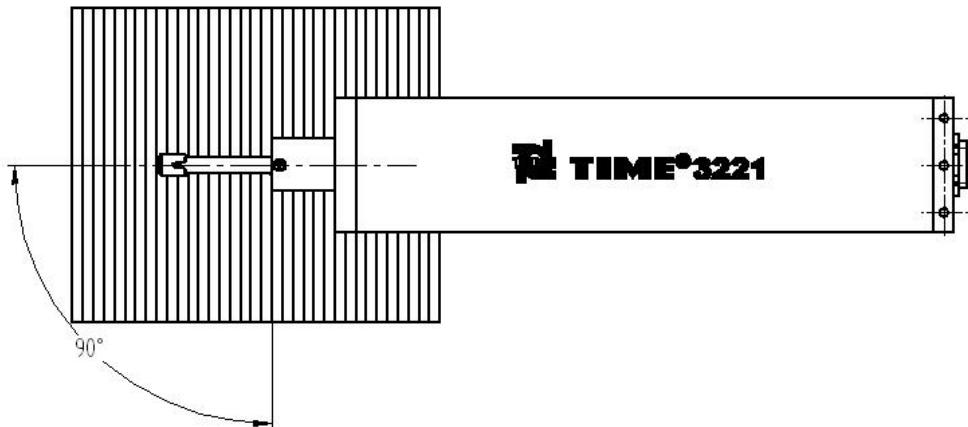

图 2-3 测量方向
- d. 参照图 2-3, 传感器的滑行轨迹必须垂直于工件被测表面的加工纹理方向。